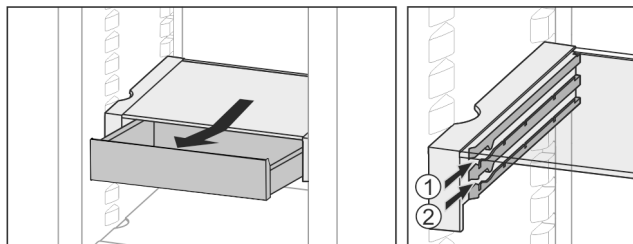

Fig. 26
- L'insérer à n'importe quelle hauteur Fig. 26 (1) ou Fig. 26 (2).